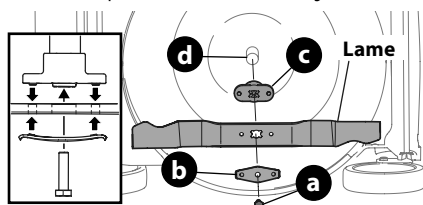

Figure 16
3. Retirez le boulon (a) et le support de la lame (b) qui fixent la lame et l'adaptateur à l'arbre du moteur. (Figure 16)
4. Retirez la lame (c) et l'adaptateur (d) de l'arbre. (Figure 16)
6. Lubrifiez l'arbre du moteur et la surface interne de l'adaptateur de la lame avec une huile légère. Faites glisser l'adaptateur (d) sur l'arbre du moteur. Assurez-vous d'installer la lame avec le côté marqué « Bottom » (ou estampé du numéro de pièce) face au sol. La lame doit être bien alignée et bien placée sur les brides de l'adaptateur. Voir l'encadré de la Figure 16.